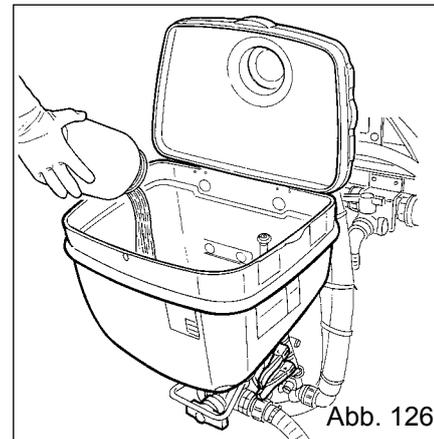

Abb. 126
- Öffnen Sie bei geschlossenem rotem Hebel (Hebel gesenkt) den Vormischer, indem Sie den Deckel wie in Abb. 126 aufklappen. Führen Sie das zu mischende Produkt ins Innere ein und schließen Sie dann den Deckel wieder.
- Um das Überströmen zu vermeiden und die Produkte in Pulverform besser aufzulösen, öffnen Sie den ROTEN Hahn unter dem Vormischer (0) und drehen ihn in Position (1), um gleichzeitig in den Tank abzulassen.
- Schließen Sie nach abgeschlossener Entleerung den Hahn unter dem Vormischer (0) und bringen Sie ihn dazu in Position (2) „GESCHLOSSEN/OFF“ zurück.